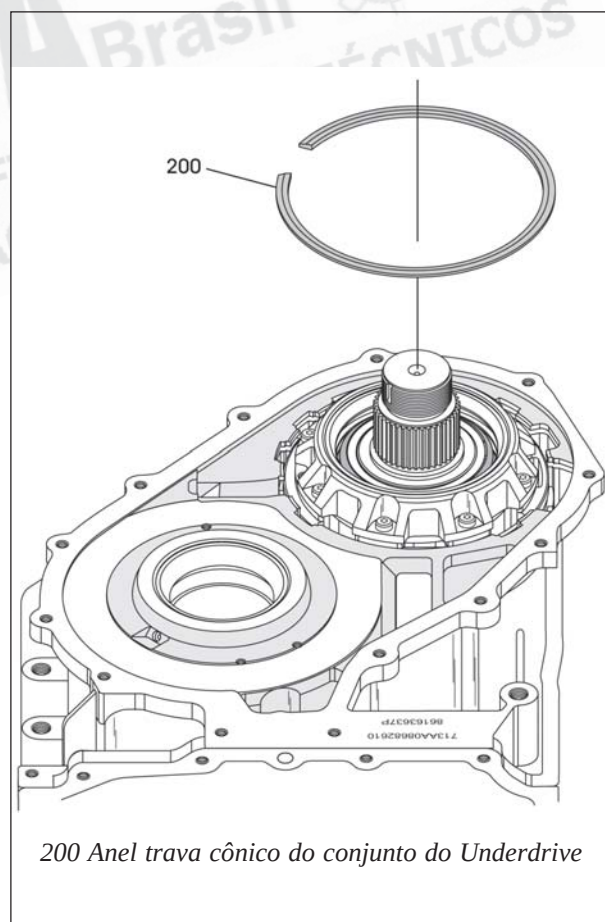

Figura 82
79. Remova o anel trava cônico do conjunto do Underdrive da carcaça da transmissão, conforme mostra a figura 82.